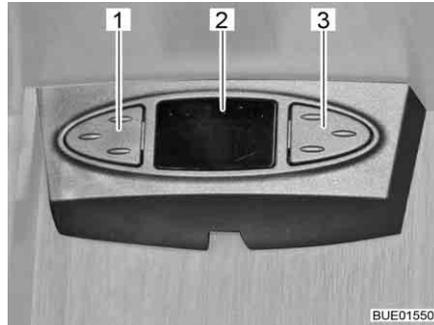

Bild 35 Sat-Maus
Sat-Maus Je nach Modell ist die Satellitenanlage mit einer Sat-Maus ausgestattet. Die Anzeige (Bild 35,2) der Sat-Maus zeigt den eingestellten Kanal an. Mit den beiden Tasten können die Grundfunktionen der Satellitenanlage bedient werden (Senderwechsel, Ein-/Ausschalten).
- Vorherigen Sender aus der Senderliste wählen: Linke Taste (Bild 35,1) drücken.
- Nächsten Sender aus der Senderliste wählen: Rechte Taste (Bild 35,3) drücken.
- Zwischen Radio und TV umschalten: Tasten (Bild 35,1 und Bild 35,3) gleichzeitig kurz drücken.
- Receiver ein-/ausschalten: Tasten (Bild 35,1 und Bild 35,3) gleichzeitig drücken und gedrückt halten.